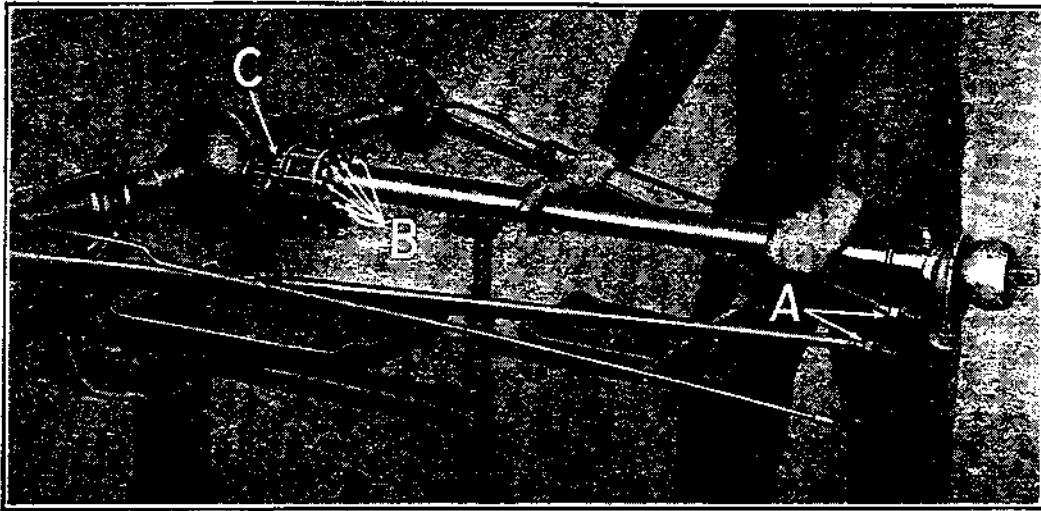

Fig. 351
- a) Passer une rondelle Grower sur les extrémités filetés des triangles et la pousser contre l'écrou préalablement vissé à fond. (Voir A, fig. 351.)